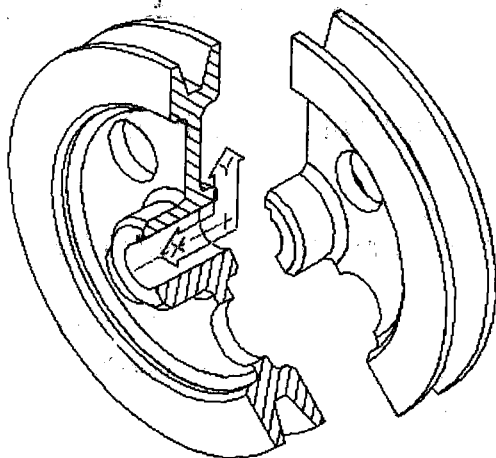

图 1-6
8. 再次利用“3Point”选项设置新 UCS，使 XY 坐标平面与正立的剖面共面，然后对该剖面画上剖面线，结果如图 1-6 所示。